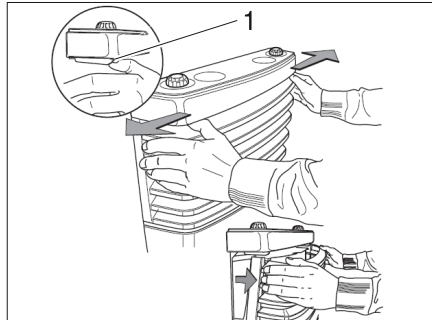

Bild 105 Heizungsverkleidung abnehmen
- Heizungsverkleidung abnehmen. Dazu die Verschlussfedern (Bild 105,1) seitlich nach außen drücken, Verkleidung nach vorn schwenken und aus den unteren Lagern heben.